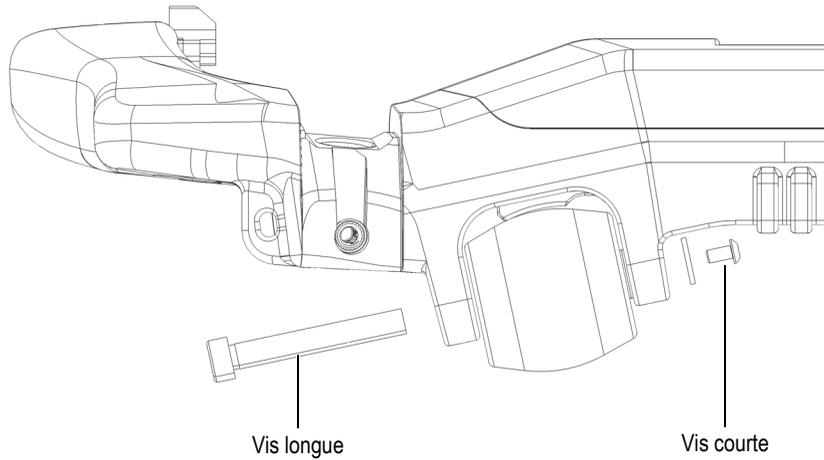

Figure 5-1 Retrait des vis d'une roue magnétique
1. Utilisez une clé hexagonale pour retirer les vis courtes tout en maintenant la vis longue à l'aide d'une autre clé hexagonale (Figure 5-1 à la page 81).